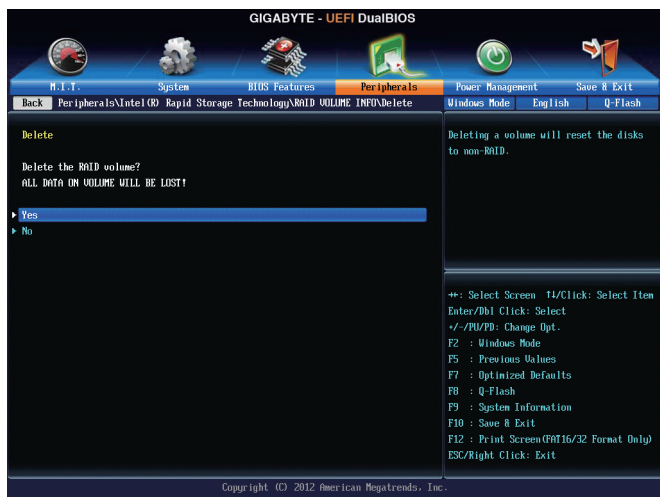

図 8
RAID アレイを削除するには、Intel(R) Rapid Storage Technology 画面上で削除するボリューム上で <Enter> を押します。RAID VOLUME INFO 画面に移動後、Delete 上で <Enter> を押して、Delete 画面に移動します。Yes 上で <Enter> を押します (図 8)。